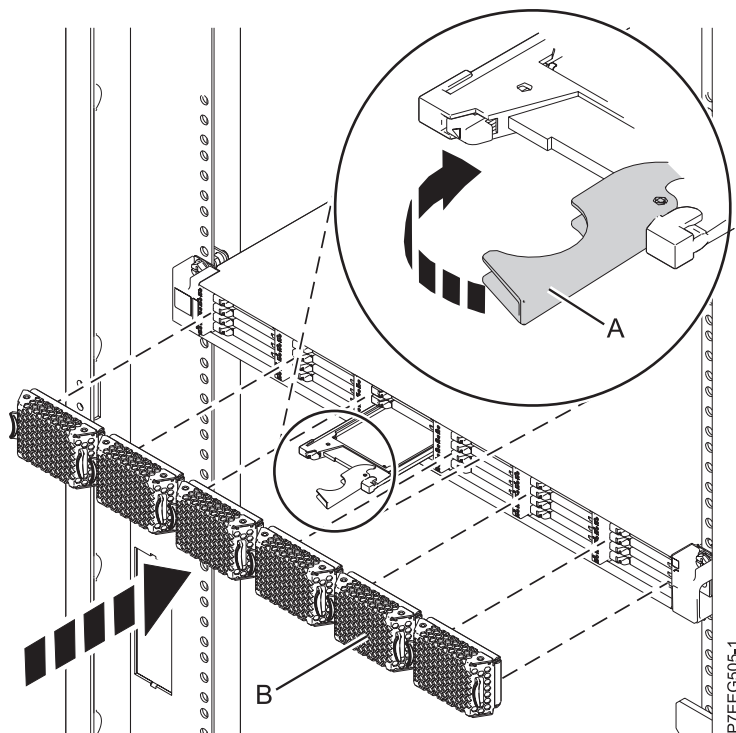

Figura 37. Substitució d'una unitat d'estat sòlid a Allotjament d'emmagatzematge EDR1 PCIe.
4. Quan el LED d'identificació de la unitat d'estat sòlid es torni sòlid, feu lliscar tota la unitat d'estat sòlid cap a Allotjament d'emmagatzematge EDR1 PCIe fins que quedi ben encaixada. A continuació, feu girar la nansa (A) fins a la posició de bloqueig. Consulteu Figura 37 a la pàgina 63.
6. Instal·leu la tapa bisellada (B).